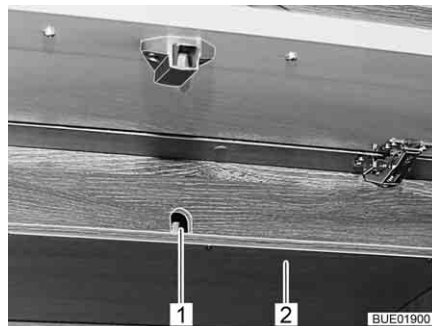

Bild 152 Lucka på hängskåp
- Ta bort bräda (Bild 152,2) under åtkomststoppningen (Bild 152,1) för veven.